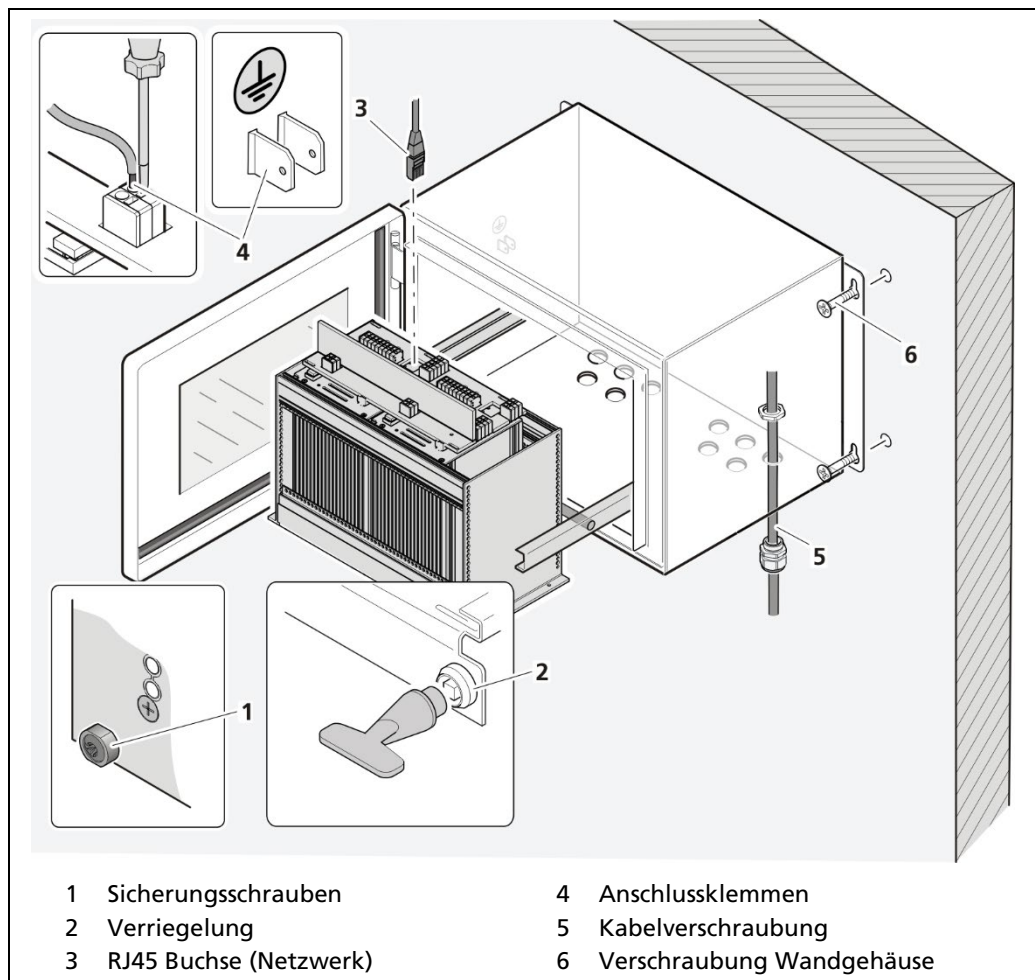

Abb. 147 Außerbetriebnahme Wandgehäuse
1. Stellen Sie sicher dass die Sicherungsschrauben (Abb. 147, Pos.1) aller Module angezogen sind um ein Herausgleiten zu verhindern.
2. Lösen Sie die Verriegelung (Abb. 147, Pos.2) mit dem mitgelieferten Vierkantschlüssel und ziehen Sie den Baugruppenträger heraus.
5. Entfernen Sie den Netzwerkstecker (Abb. 147, Pos.3).
6. Entfernen Sie alle Leitungen von der Anschlussplatine (Abb. 147, Pos.4).
7. Lösen Sie die Kabelverschraubungen (Abb. 147, Pos.5) an der Unterseite des Wandgehäuses und ziehen Sie alle Kabel aus dem Wandgehäuse.
9. Lösen Sie die Verschraubung (Abb. 147, Pos.6) und entfernen Sie das Wandgehäuse.